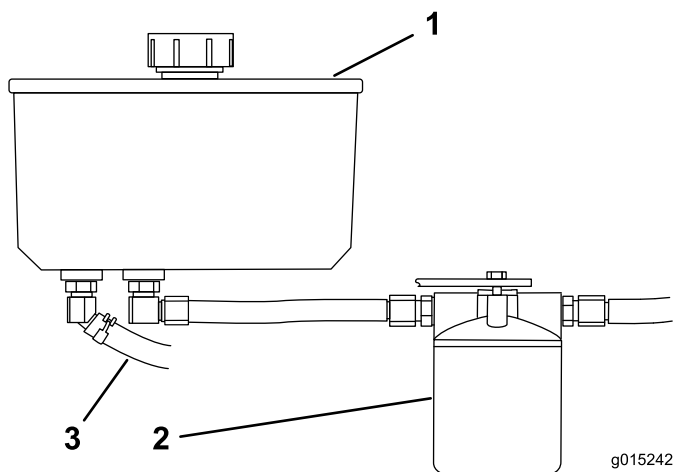

Figure 76
4. Trouvez le flexible hydraulique avant sous le réservoir hydraulique et placez un bac de vidange sous le réservoir (Figure 76).